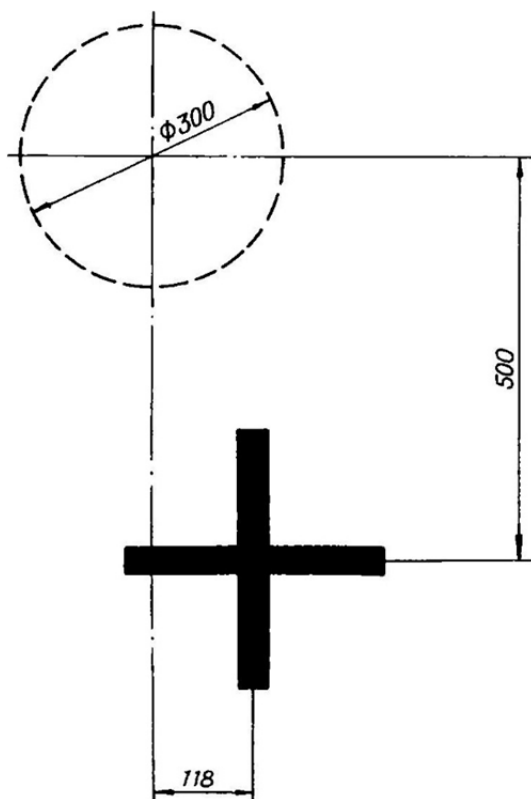

Рис. 2.25. Пристрелочная мишень на 100 м для НСВ-12,7
- установить мишень (рис. 2.25) на расстоянии 100 м от дульного среза пушки;
- произвести 8 одиночных выстрелов по мишени (см. рис. 2.25), установленной на расстоянии 100 м от дульного среза пушки.